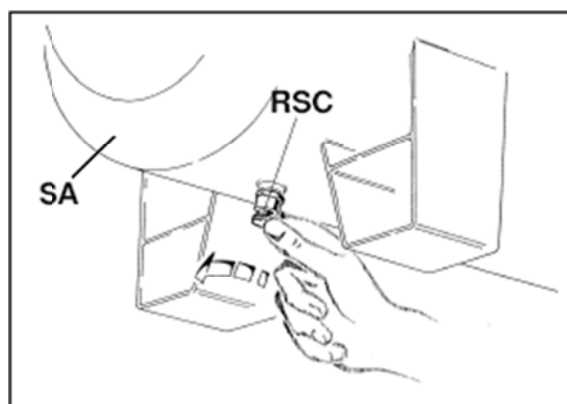

рис.20.
- Открыть клапан слива конденсата **RSC** (рис.20), при необходимости используя плоскогубцы.